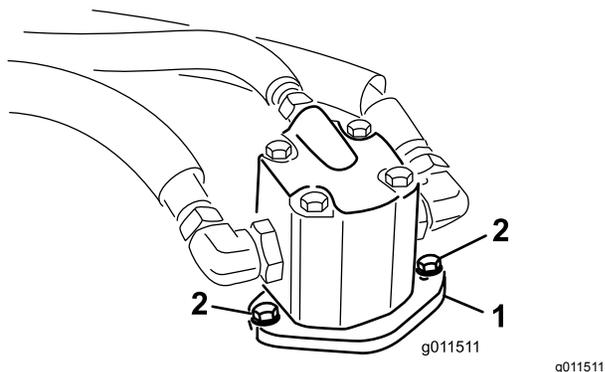

Рисунок 66
5. Снимите болты крепления гидромотора к режущему блоку (Рисунок 66).